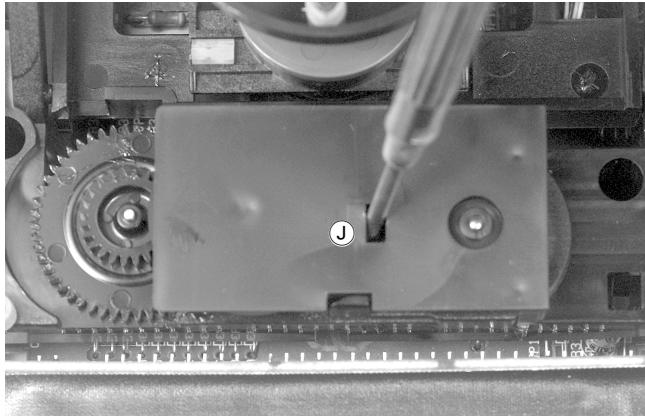

Fig. 14
- Mit einem kleinen Schraubendreher die Abdeckung **J** abheben (Fig. 14).
- Unhinge the cover **J** with a small screw driver (Fig. 14).